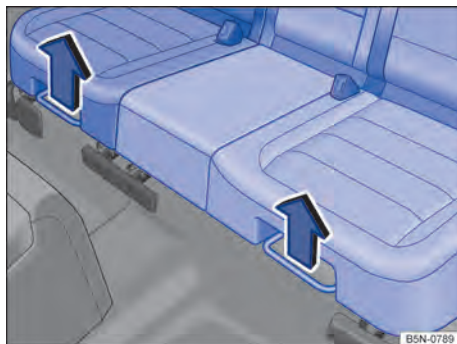

Fig. 92 Sob a superfície do banco traseiro: alavanca de ajuste.
- Puxar a alavanca direita ou esquerda para cima no sentido da seta → Fig. 92 e deslocar a respectiva parte do banco traseiro em sentido longitudinal para frente ou para trás.